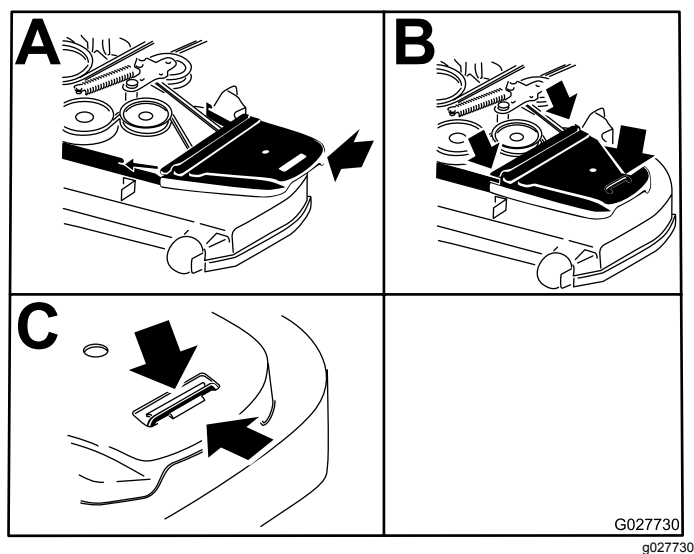

Figura 87
14. Montate i copricinghia e i relativi bulloni (Figura 87).